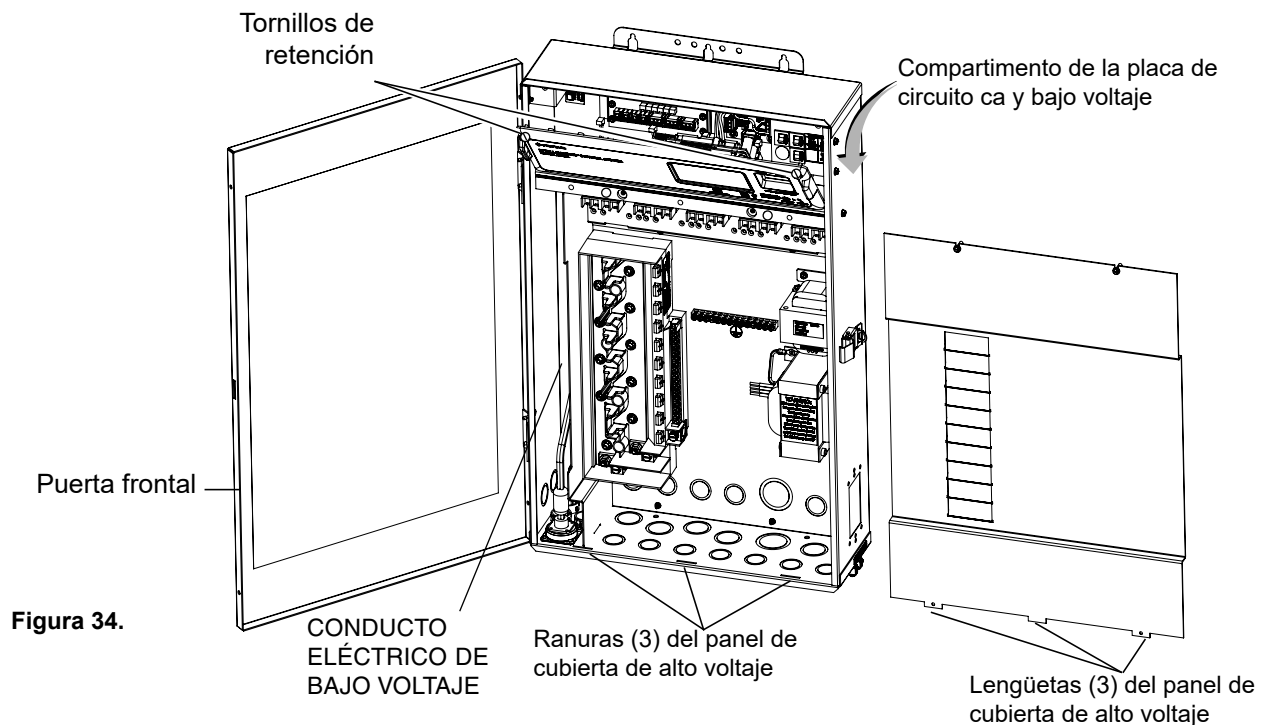

Figura 34.
2. Abra el pestillo de la puerta frontal y abra la puerta frontal. Quite los dos tornillos de retención del panel de la cubierta de alto voltaje y quite el panel. Ver Figura 34.